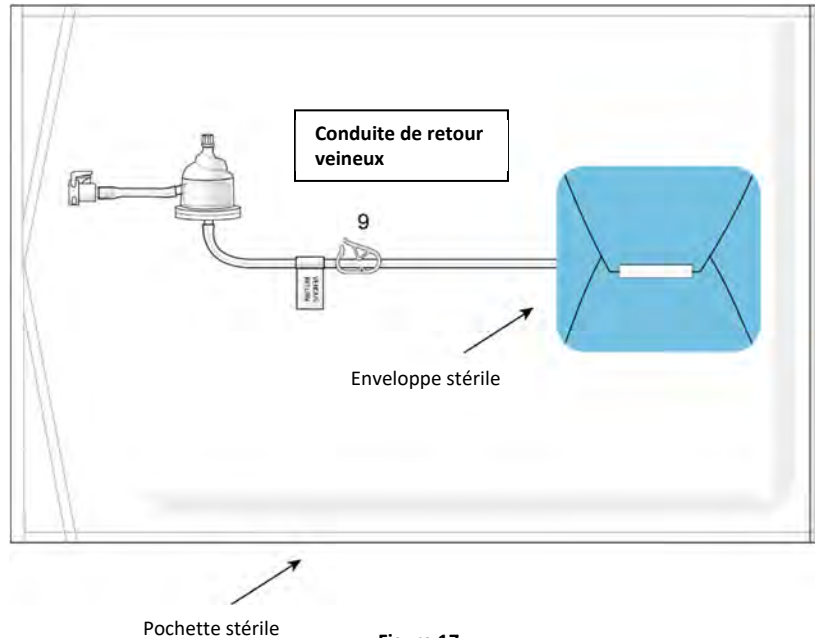

Figure 17
- (b) Ouvrir la pochette stérile de retour veineux et retirer la ligne de retour veineux et le piège à bulles intégré (Figure 17).